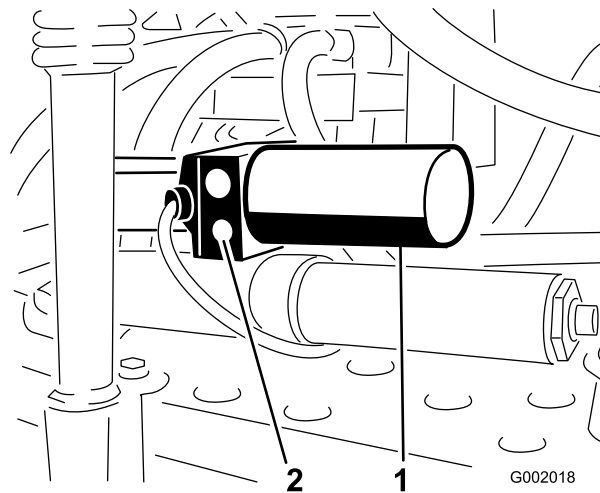

Figure 61
1. Trouvez l'emplacement du clapet de décharge manuel de l'actionneur sur chaque rampe. Le clapet de décharge manuel est la plus petite des valves et se trouve d'un seul côté du corps de l'actionneur (Figure 61).